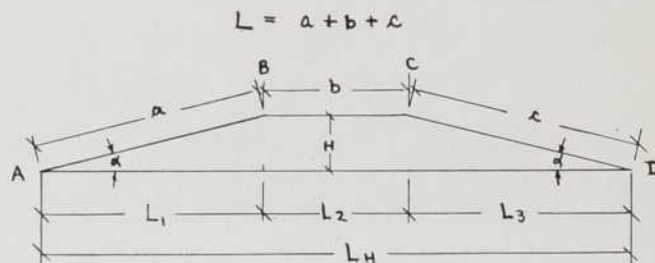

FIG. 1
A) Après étude du plan des deux tunnels à l'aéroport de Dorval et proposition à mon directeur de projet, nous avons conclu de choisir arbitrairement un terrain quelconque pour l'application (réf. — fig. 1).